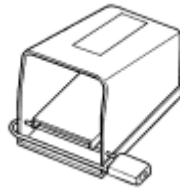

图1 — 锁定脚踏开关
12. 当不使用机器时，请锁定好脚踏开关（见图1），防止不小心碰倒它启动机器了。